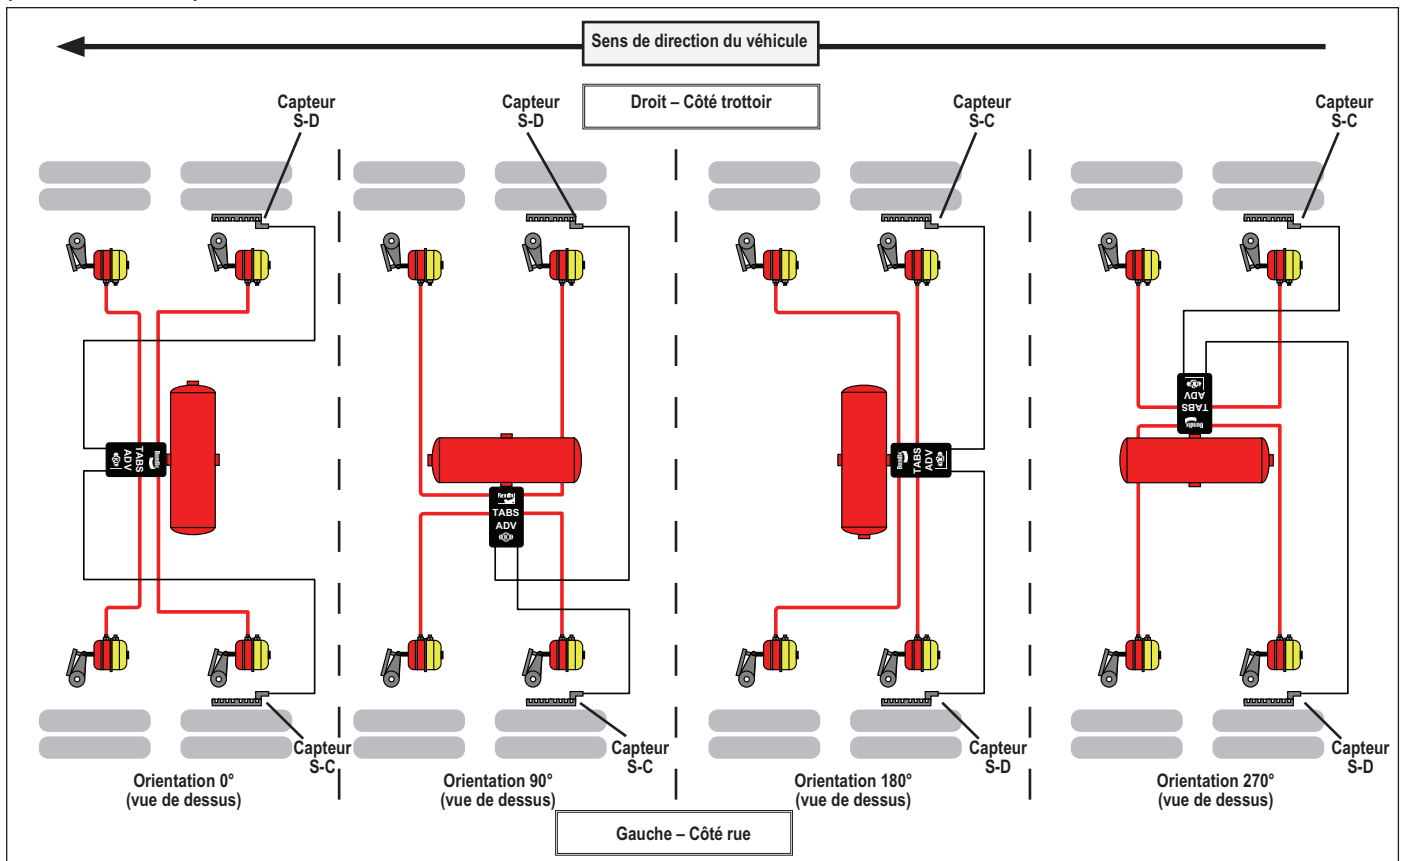

FIGURE 19 – INSTALLATION DES CAPTEURS DE VITESSE DE ROUE
Remarque : Les capteurs de vitesse de roue doivent s'accorder à l'orientation du module illustrée dans la Figure 19 pour les remorques à essieu fixe.
- Si l'emplacement des capteurs de roue ne correspond pas à l'orientation du module Bendix® TABS-6™ Advanced montrée par la Figure 19, un code d'anomalie sera créé et le voyant ABS s'allumera.